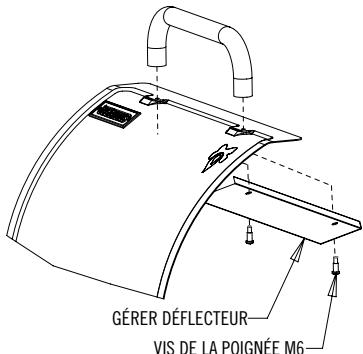

FIG. 4
1. Monter la poignée comme indiqué à la Fig 4.